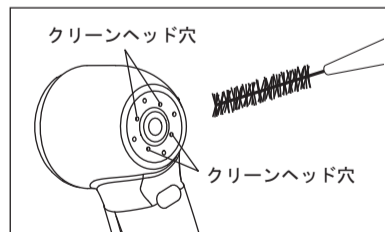

図5
- 2) クリーンヘッド穴まわりの汚れを落とします (図5)。